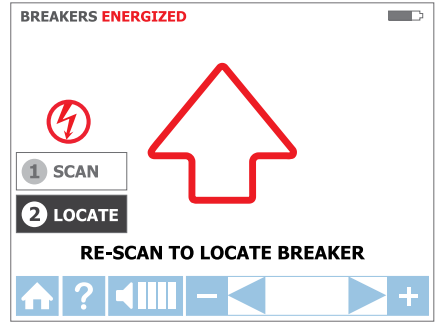
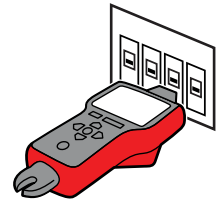

Figure 3.4c
Figure 3.4d
- b. Balayez chaque disjoncteur/fusible pendant une demi-seconde en le touchant avec le capteur de pointe. Assurez-vous que la rainure du capteur de pointe est parallèle à la longueur du disjoncteur/fusible (voir Figure 3.4d)
- a. Sélectionnez le mode LOCALISER à l'aide des flèches directionnelles pour mettre en surbrillance ce mode de fonctionnement et en appuyant sur le bouton jaune « ENTRÉE ». (Voir figure 3.4c)
- b. Rebalayez chaque disjoncteur/fusible en les touchant avec le capteur de pointe pendant une demi-seconde. La flèche rouge animée indique l'avancement du balayage (voir figure 3.4c). Assurez-vous que la rainure du capteur de pointe est parallèle à la longueur du disjoncteur. (voir Figure 3.4d)